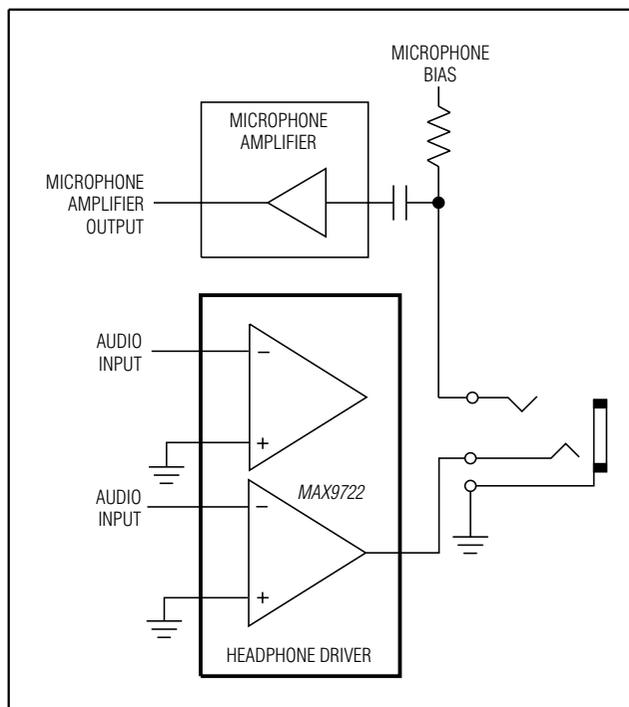

図3. イヤホンスピーカとマイクを組み合わせたヘッドセットの構成
- マイクとスピーカを組み合わせたヘッドセットを使用する場合には、マイクにはGND基準が通常必要です。スリーブのアンプDCバイアスは、マイクの接続要件を満たしません(図3)。